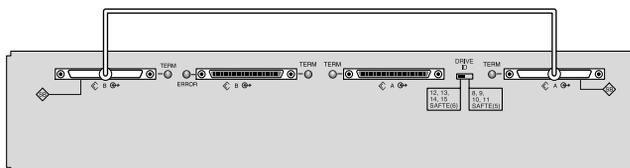

図 4-8 シングルバス JBOD のケーブル配線
2. 図 4-8、図 4-9、または 図 4-10 に示すように、SCSI ケーブルで JBOD アレイをホストサーバに接続します。